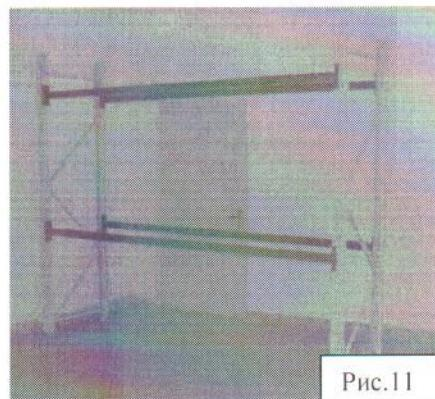

Рис.11
3.4. Вторая балка крепится аналогично с противоположной стороны (рис.11);